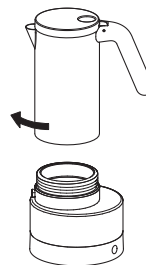

Fig. 6
- Avvitare il contenitore superiore ruotandolo in senso orario sulla caldaietta fino alla chiusura totale (fig. 6)